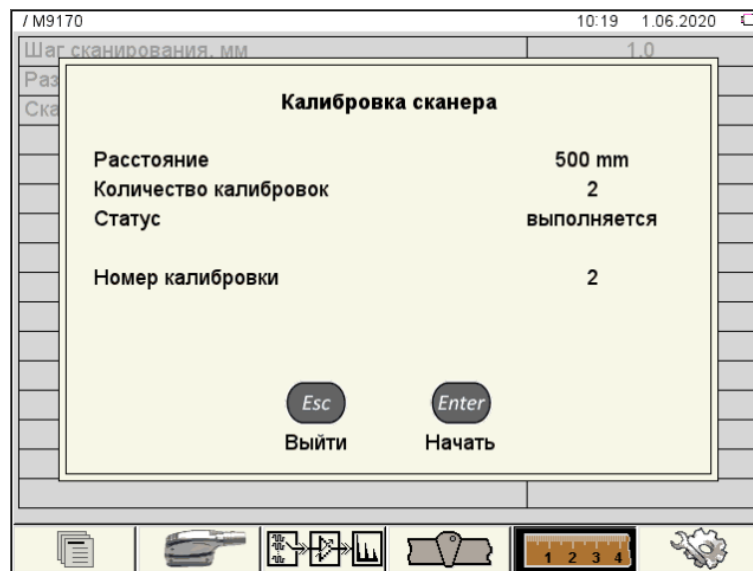

Рисунок 16
2.3.10 Номер калибровки изменится на следующий (рисунок 16).